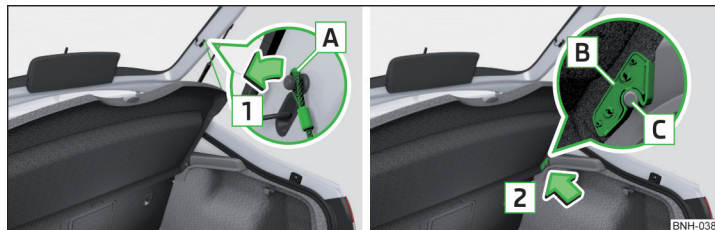

Abb. 90 Gepäckraumabdeckung herausnehmen
Sind die Haltebänder **A** » Abb. 90 an der Gepäckraumklappe eingehängt, dann wird beim Öffnen der Klappe die Gepäckraumabdeckung (nachstehend nur Abdeckung) mit angehoben.
- Auf den beiden Seiten der Gepäckraumklappe die Haltebänder **A** in Pfeilrichtung **1** aushängen » Abb. 90.
- Die Aufnahmen **B** an der Abdeckung über die Bolzen **C** stellen » Abb. 90.